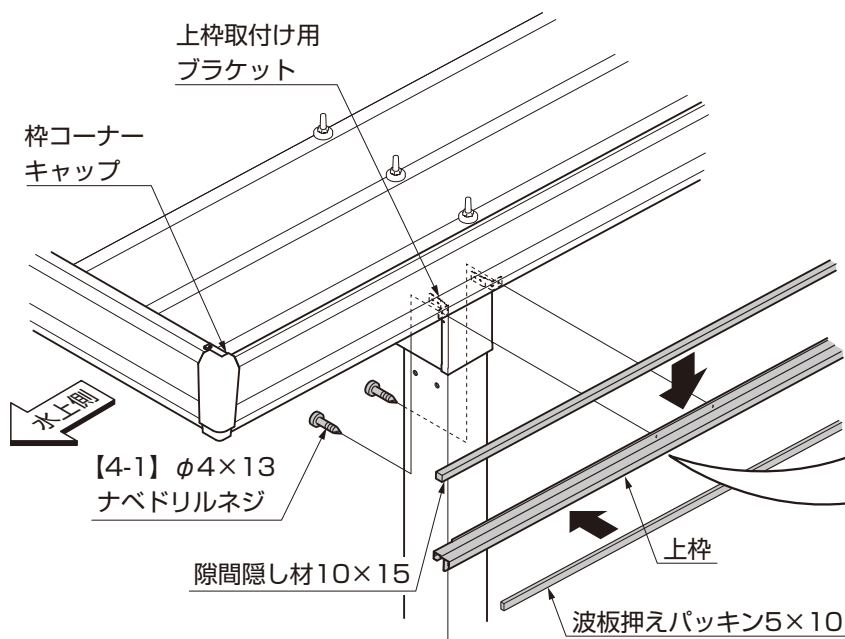

図5-1
- ①隙間隠し材10×15と波板押えパッキン5×10を上枠に取付けてください。（図5-1参照）
- ②上枠をカーポート本体の枠コーナーキャップの下端に合わせて上枠取付け用ブラケットに【4-1】で取付けてください。（図5-1参照）